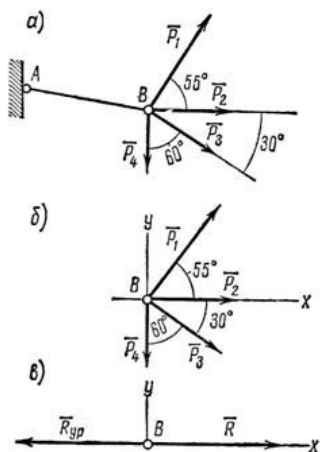

Рисунок 2
1. К концу В веревки АВ прикреплено кольцо, на которое действуют четыре силы: $P_1 = 40\text{ Н}$, $P_2 = 25\text{ Н}$, $P_3 = 25\text{ Н}$ и $P_4 = 20\text{ Н}$, направленные, как показано на рис. 2, а (сила P_2 горизонтальна). Определить усилие, возникшее в веревке, и ее направление относительно горизонтали. Решение – методом проекций.